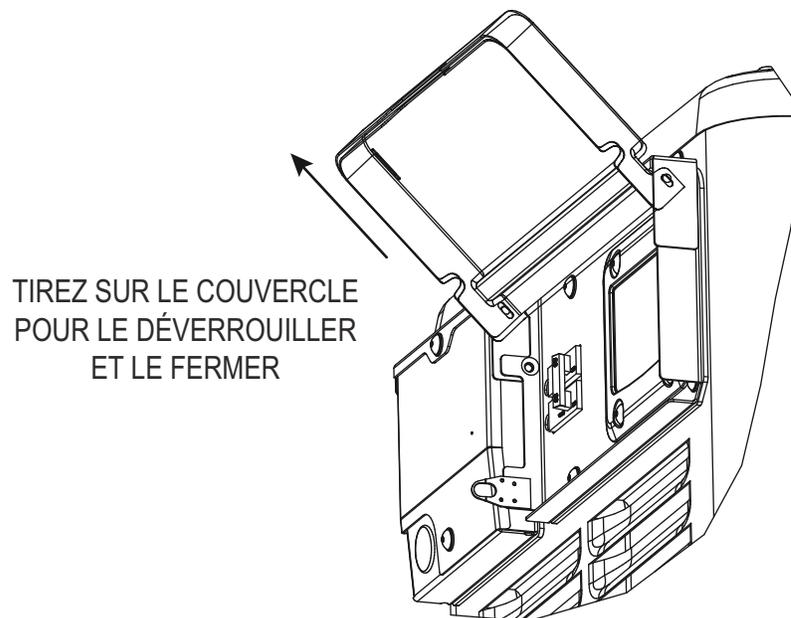

Figure 3-2 : Fermeture du couvercle du tableau de commande
L'interface utilisateur comprend sept (7) voyants DEL qui indiquent les alarmes, les avertissements et l'entretien requis relatifs au générateur. Consultez la figure 3-2 et les tableaux ci-dessous pour obtenir plus de renseignements sur ces voyants.